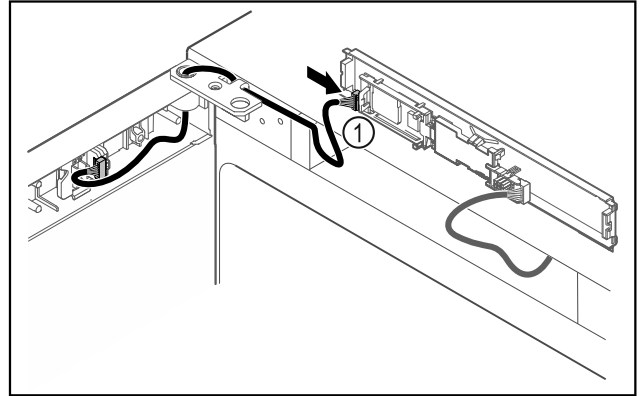

Fig. 49
- ▶ Συνδέστε το φιν Fig. 49 (1) στην πλακέτα.